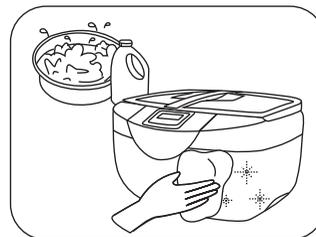

Fig. 21
- Após descartar a água/solução, retire com uma esponja macia, pano ou ainda toalhas de papel, o excesso de resíduos que porventura se acumulem no fundo da cuba, limpe-a com uma esponja macia e detergente neutro e enxágüe com água corrente (tendo a precaução de não molhar o painel eletrônico, evitando assim a entrada de água no equipamento através dos orifícios do mesmo), enxugue a cuba com papel toalha ou um pano macio e finalize desinfetando a cuba esfregando-a com álcool 70% três vezes (Fig. 21) como técnica recomendada para seu uso (BRASIL 1994);
-A limpeza externa deve ser realizada diariamente com pano macio e detergente neutro. A tampa deve ser limpa da mesma forma (Fig.21).